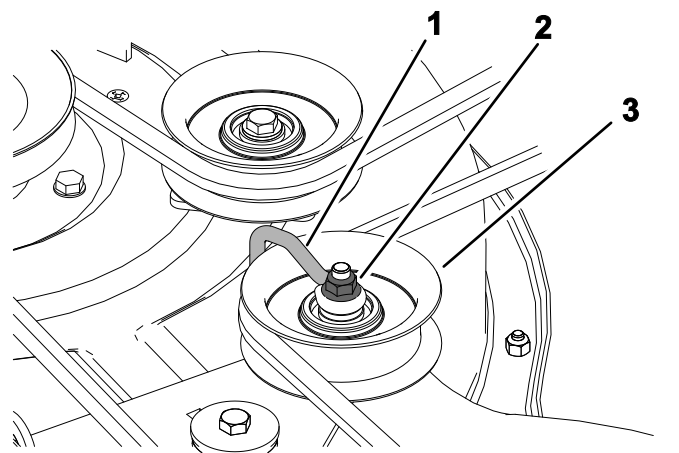

Figure 51
5. Desserrez l'écrou qui fixe le fil métallique à la poulie de tension (Figure 51).
**Remarque:** Positionnez le fil métallique contre le bras de la poulie de tension, comme montré à la Figure 51.